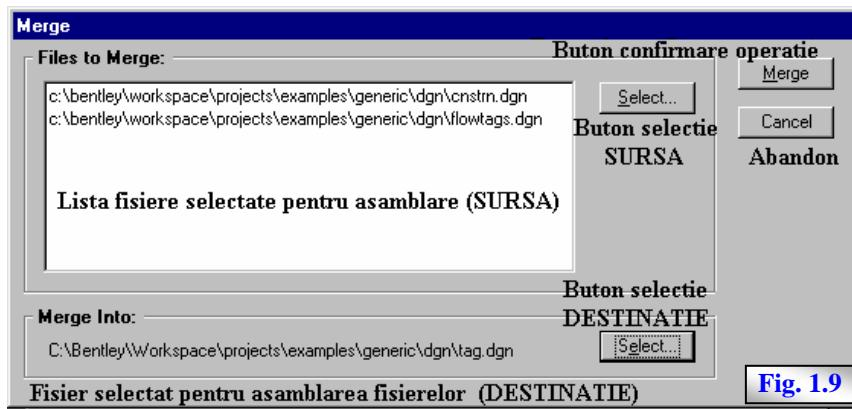

Fig. 1.9
- **Merge** – permite asamblarea (unirea) mai multor fișiere SURSA, într-un singur fișier DESTINAȚIE, prin intermediul ferestrei **MERGE** (fig. 1.9). Butoanele